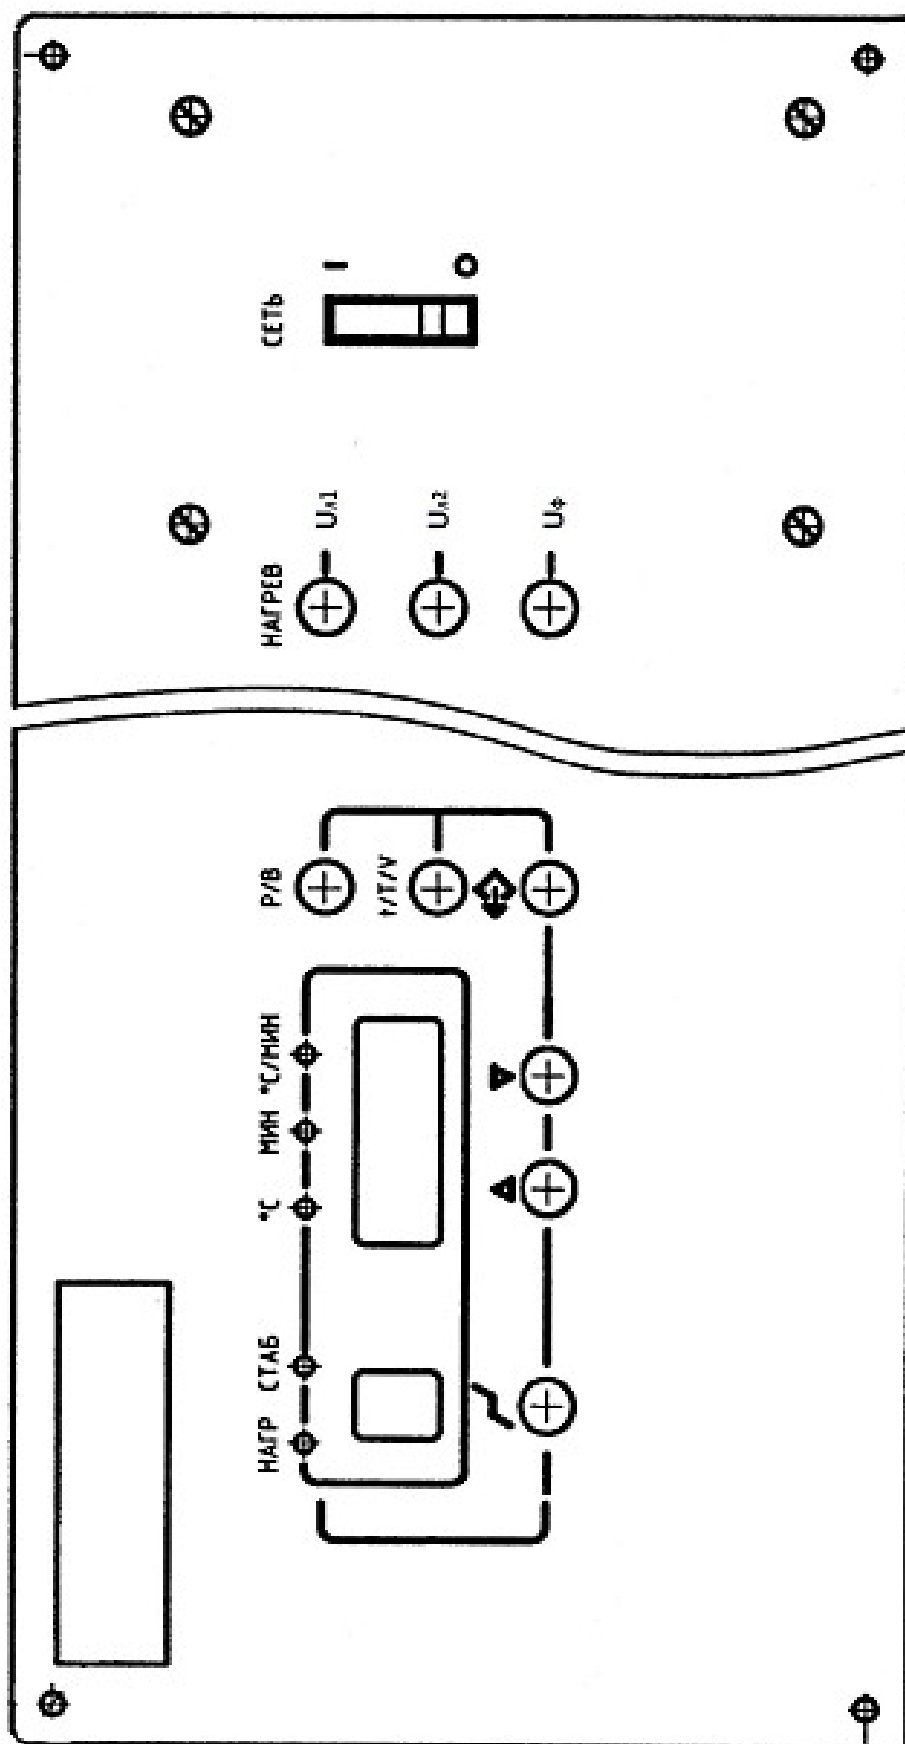

Рисунок 1 – Лицевая панель пульта управления электропечи
8.3 Включить выключатель «СЕТЬ» на лицевой панели пульта управления электропечи (рисунок 1), при этом на цифровом индикаторе «» загорится «0» (нулевая ступень), включится индикатор «Уф», сигнализирующий о подаче фазного напряжения на нагреватели (при этом нагрев не происходит, т.к. нагреватели включены по схеме треугольника). Цифровые индикаторы, на которые выводится значение параметра, начинают мигать – регулятор находится в режиме «ВВОД». Включен индикатор параметра – «МИН».